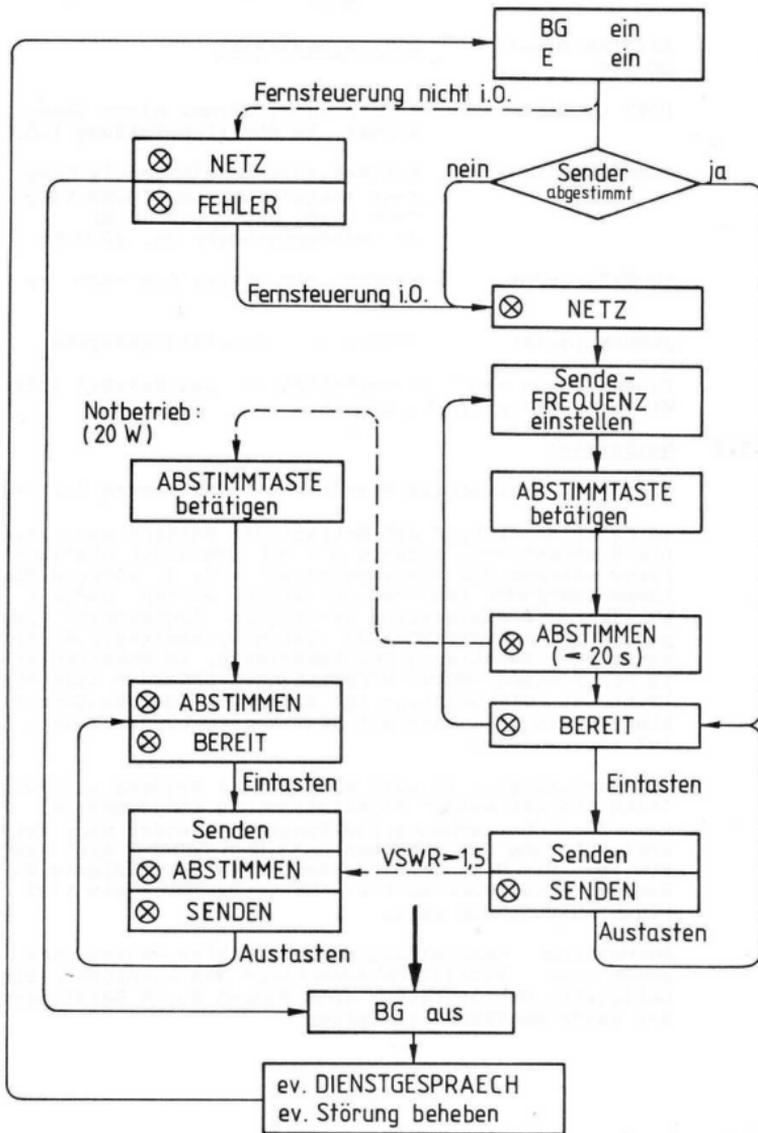

Abbildung 7-1: Betriebsablauf S-430
Bedienungs- und Betriebsablauf des Senders sind in Abbildung 7-1 in Form eines Flussdiagramms dargestellt.
7.5.1 Normale Betriebszustände (Rechte Kolonne siehe im Flussdiagramm, in Abbildung 7-1)
(Einstieg gestrichelt gezeichnet in Abbildung 7-1)